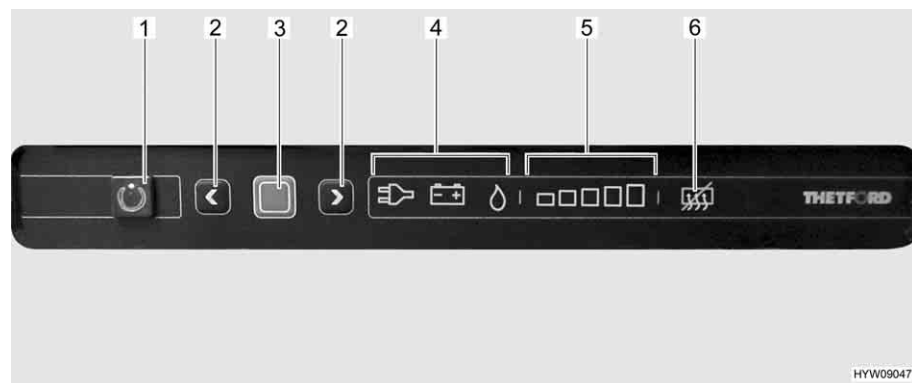

Fig. 131 Elementi di comando del frigorifero
La modalità di funzionamento attuale è indicata da un simbolo luminoso (Fig. 131,4) sulla centralina di controllo.
Dopo l'accensione il frigorifero seleziona automaticamente la regolazione del termostato selezionata per ultimo. Questa impostazione può essere modificata manualmente con i tasti freccia (Fig. 131,2). Le barre luminose dell'indicatore del livello di refrigerazione (Fig. 131,5) visualizzano la temperatura selezionata sul termostato. Con i tasti freccia viene regolata la temperatura di refrigerazione per tutti i tre tipi di energia. Ci vogliono alcune ore prima che il frigorifero raggiunga la temperatura normale di esercizio. Cambiando la modalità di funzionamento la regolazione del termostato non viene modificata. La temperatura di refrigerazione è indipendente dal tipo di energia utilizzata.
- Premere il tasto On/Off (Fig. 131,1) per 1 secondo. Il tasto (Fig. 131,1) si illumina di verde. Dopo circa 10 secondi, l'indicatore viene attenuato per risparmiare energia.
- Premere il tasto di conferma (Fig. 131,3). L'impostazione attuale della modalità di funzionamento viene visualizzata.
- Se non è impostata la modalità di funzionamento a gas: Per modificare l'impostazione, premere il tasto di conferma (Fig. 131,3) per circa 2 secondi.
- Selezionare la modalità di funzionamento a gas con i tasti freccia (Fig. 131,2). L'alimentazione del gas è ora aperta. L'accensione avviene automaticamente. È udibile un ticchettio fino a quando procedura di accensione non è stata portata a termine.
- Premere il tasto di conferma (Fig. 131,3) per circa 2 secondi.
- Premere nuovamente il tasto di conferma (Fig. 131,3). Il livello di refrigerazione attuale viene indicato dalle barre luminose (Fig. 131,5).
- Per modificare l'impostazione, premere i tasti freccia (Fig. 131,2) fino a visualizzare l'impostazione desiderata.
- Premere il tasto On/Off (Fig. 131,1) per circa 2 secondi. Tutte le spie si spengono. Il frigorifero è spento.
- Se non è impostata la modalità di funzionamento 230 V: Per modificare l'impostazione, premere il tasto di conferma (Fig. 131,3) per circa 2 secondi.
- Selezionare la modalità di funzionamento 230 V con i tasti freccia (Fig. 131,2).
- Se non è impostata la modalità di funzionamento 12 V: Per modificare l'impostazione, premere il tasto di conferma (Fig. 131,3) per circa 2 secondi.
- Selezionare la modalità di funzionamento 12 V con i tasti freccia (Fig. 131,2).
- Premere contemporaneamente entrambi i tasti freccia (Fig. 131,2) e tenerli premuti per 2 secondi. Il simbolo di disattivazione della funzione anti-condensa (Fig. 131,6) si illumina.
- Premere di nuovo contemporaneamente entrambi i tasti freccia (Fig. 131,2) e tenerli premuti per 2 secondi. Il simbolo di disattivazione della funzione anti-condensa (Fig. 131,6) si spegne.